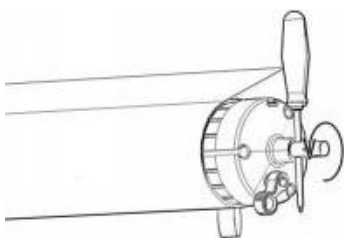

Figure E1
10. Allentamento del tubo avvolgitore della tenda da sole: verificare se la molla di torsione del tubo avvolgitore ha perso tensione. Per tendere la molla del tubo avvolgitore, inserire un cacciavite da 6 mm di diametro nell'albero in acciaio all'estremità del tubo avvolgitore, applicare una coppia nella direzione indicata dal tappo terminale, quindi inserire il perno di sicurezza. (Figura E1)